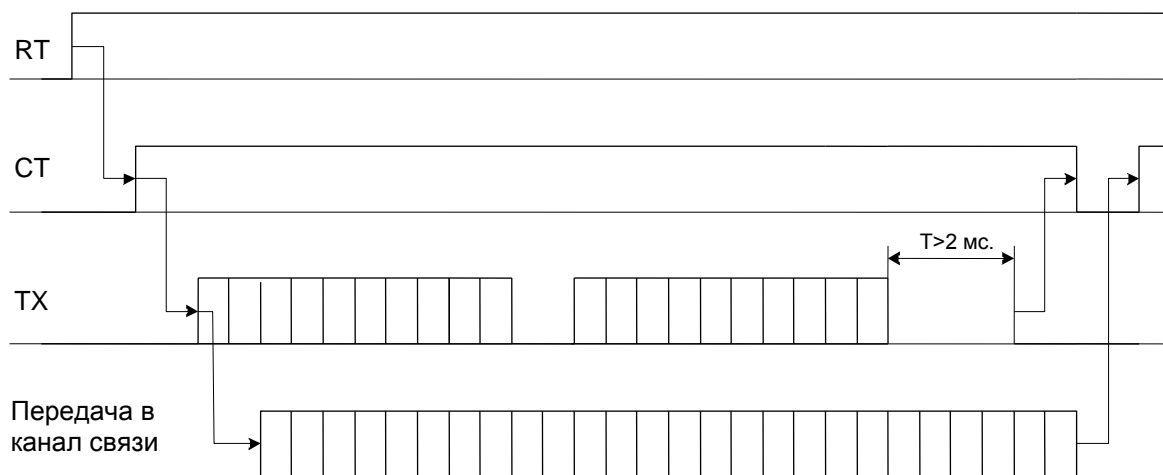

Рис. 1.
1.5.1 Наклейка с заводским номером модуля МЭ-03 находится в нижнем левом углу платы (рис.1).